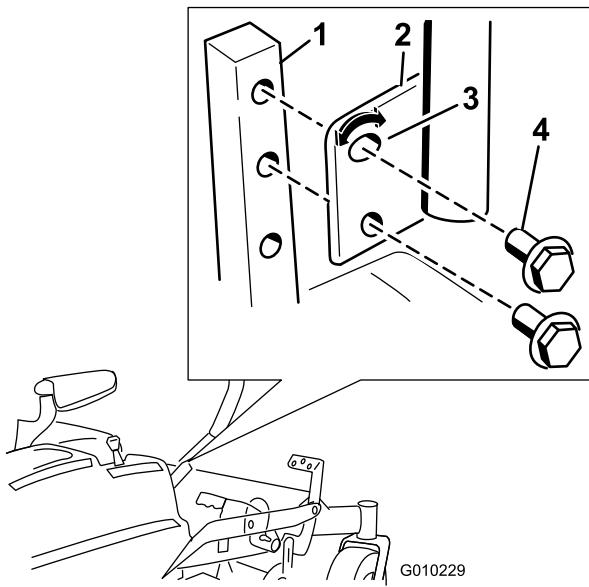

Figura 29
1. Retire los 2 pernos que fijan la palanca de control al brazo de la palanca (Figura 29).
2. Mueva la palanca al juego de taladros siguiente. Fije la palanca con los 2 pernos (Figura 29).
2. Afloje el perno inferior lo suficiente para poder desplazar hacia adelante o hacia atrás la palanca de control (Figura 29). Apriete ambos pernos para fijar el control en la posición nueva.